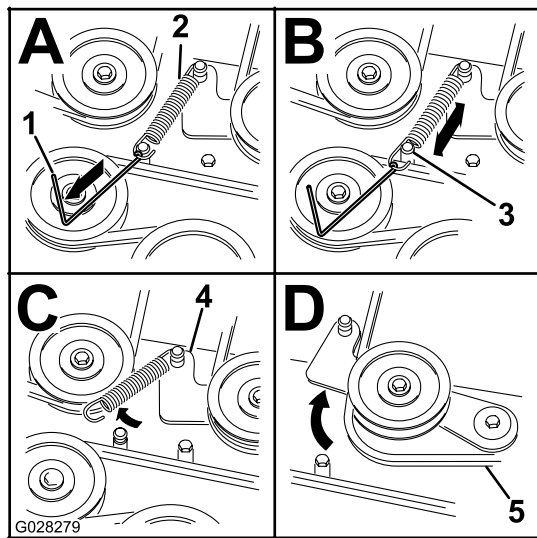

Bild 77
8. Entfernen Sie die Spannscheibenfeder mit einem Werkzeug zur Federentfernung (Toro Bestellnummer 92-5771) von der Mähwerkstrebe, um die Spannung von der Spannscheibe zu nehmen (Bild 77).
11. Verlegen Sie den neuen Riemen um die Mähwerk- und Bremsspannscheiben unter dem Motor (Bild 77).
12. Setzen Sie die Spannscheibenfeder mit einem Werkzeug zur Federentfernung (Toro Bestellnummer 92-5771) auf die Mähwerkstrebe, um die Spannscheibe und den Mähwerkriemen zu spannen (Bild 77).